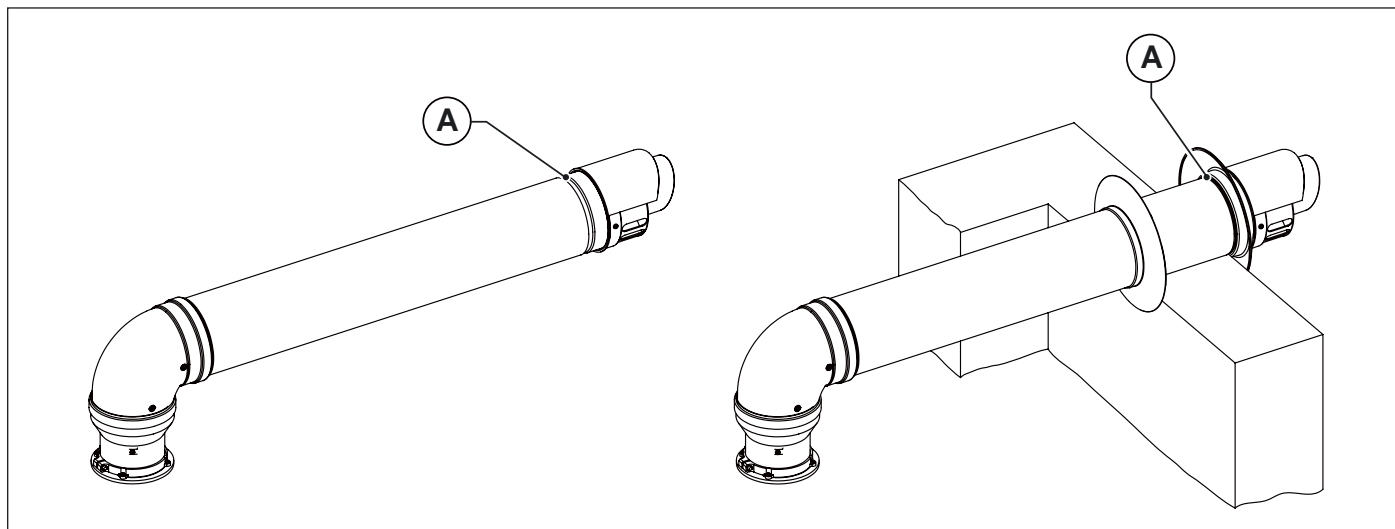

Fig. 14 Instalación terminales en el pared
Los terminales de aspiración de aire y evacuación de los humos, desdoblados y coaxiales, están dotados de un canal (A) en la parte final para la fijación del rosetón externo (ver Fig. 14 Instalación terminales en el pared).